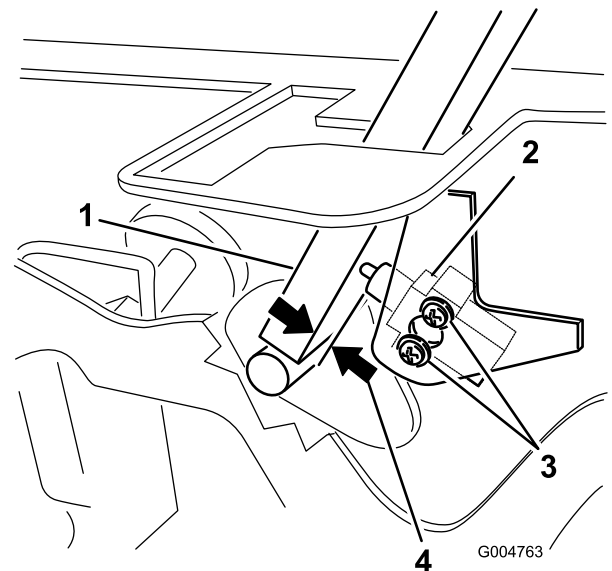

図 60
3. インタロック・スイッチを固定しているネジ 2本を取り外す(図 60)。
バーとスイッチのボディーとの距離が 0.4～1 mm になるように調整する (図 60)。